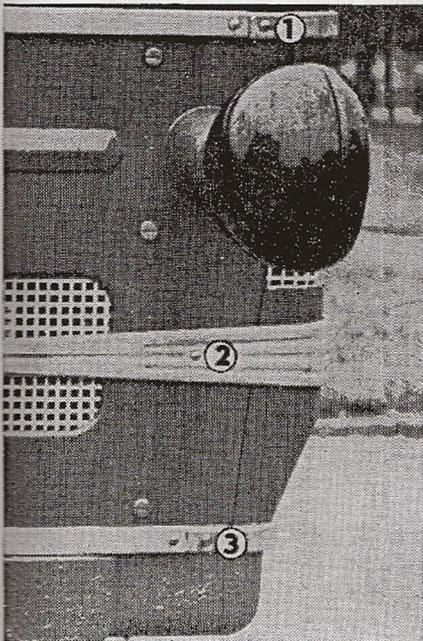

Fig. 60
1. Dévisser une vis M 5 de la bande supérieure (fig. 60/1) côtés droit et gauche et déposer cette bande.
2. Dévisser les écrous M 4 de l'emblème du constructeur. Dévisser des côtés droit et gauche les deux vis M 5 de la bande médiane (fig. 60/2) et déposer cette bande.
3. Dévisser une vis M 5 de la bande inférieure (fig. 60/3) côtés droit et gauche et déposer cette bande.